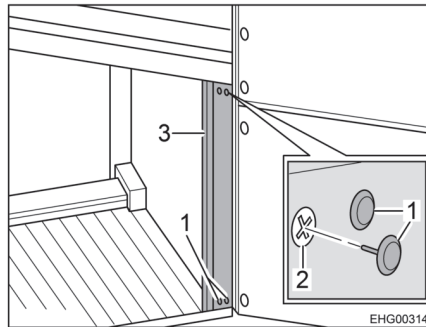

Fig. 88 Cache à l'arrière du véhicule
Pour accéder aux lampes arrières droites du véhicule, d'abord retirer le cache (Fig. 88,3).
- Retirer les quatre cache-vis (Fig. 88,1).
- Dévisser quatre vis à fentes en croix (Fig. 88,2).
- Retirer le cache (Fig. 88,3). Les lampes du véhicule sont maintenant accessibles.